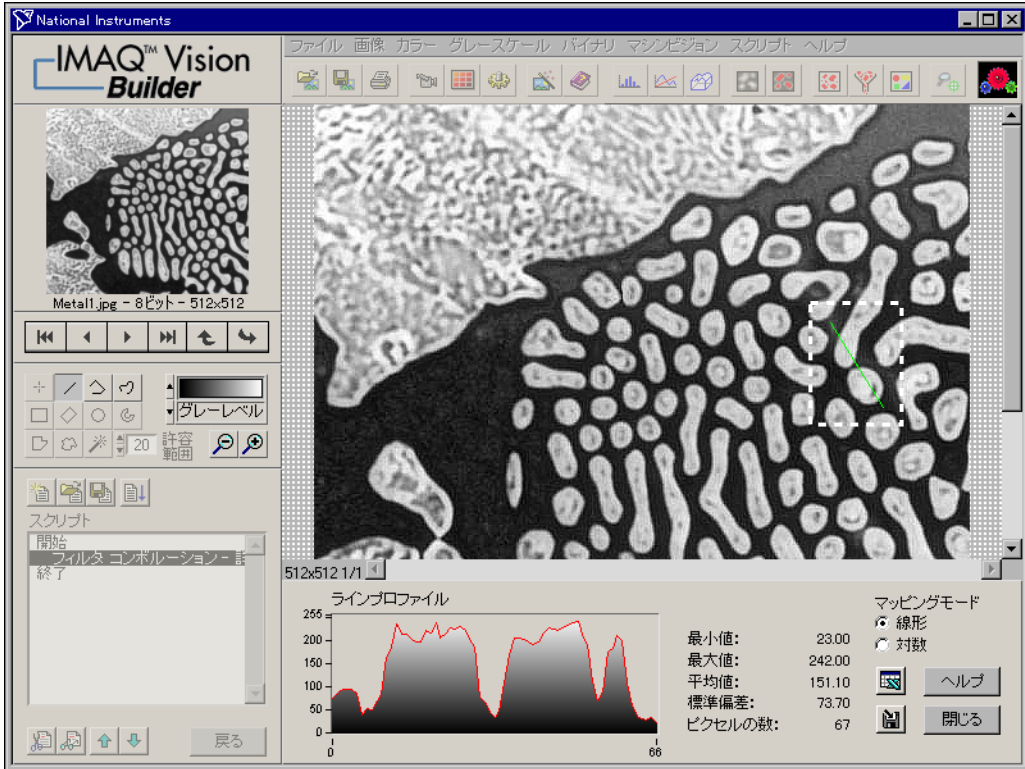

図 3-2 ラインプロファイルを使用して粒子のエッジを確認する
2. 図3-2のように、粒子とその境界のラインプロファイルを検討するため、クリックしドラッグして粒子の真中を通る短い線分を引きます。ラインプロファイルはより鮮明なエッジを示します。